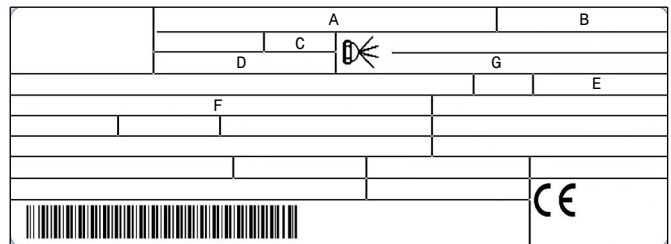

Fig. 5
- el modelo (A) (Fig. 5) y el tipo del quemador (B);
- el año de fabricación encriptado (C);
- el número de matrícula (D);
- los datos de la alimentación eléctrica y el grado de protección (E);
- la potencia eléctrica absorbida (F);
- los tipos de combustible utilizados y las correspondientes presiones de alimentación (G);
- los datos de la potencia mínima y máxima posibles del quemador (H) (véase Campo de trabajo).